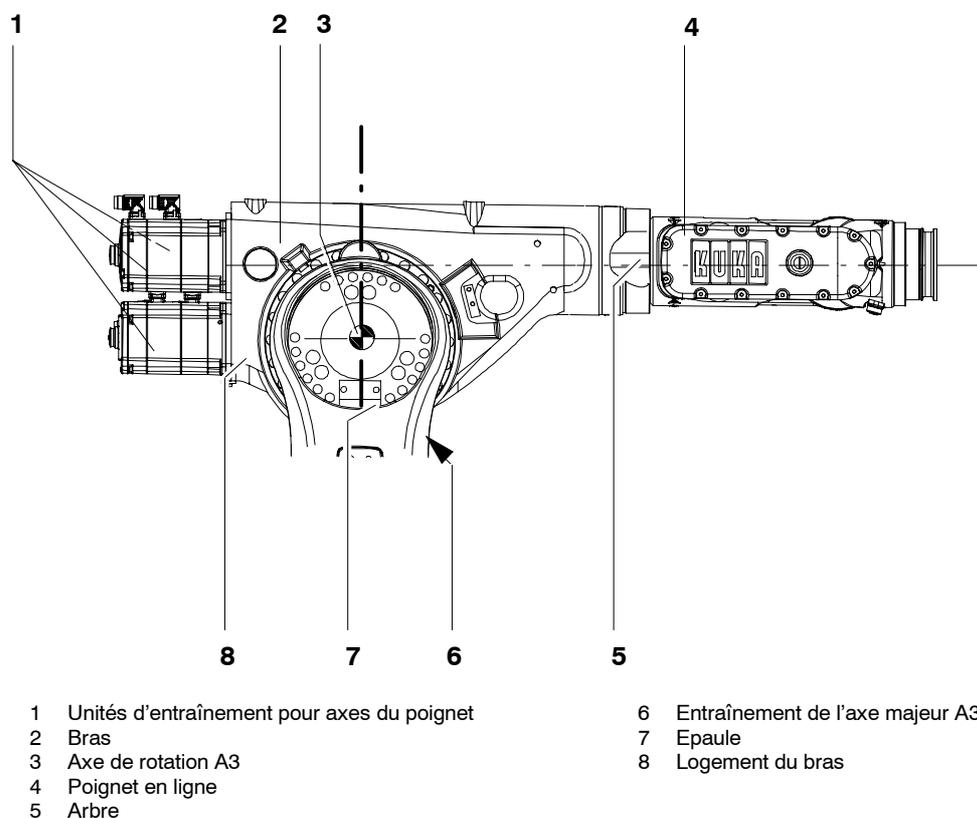

Fig. 4 Bras
Le sous-ensemble bras (Fig. 4/2) incarne l'élément de sortie de l'axe 3 du manipulateur. Le bras est bridé latéralement à l'épaule (7) via un réducteur à logement intégré. Il est entraîné par l'entraînement de l'axe majeur A3 (6). L'axe de rotation du bras (3) a été choisi de façon à pouvoir renoncer à un contrepoids d'équilibrage des masses sur le bras jusqu'à une charge nominale.